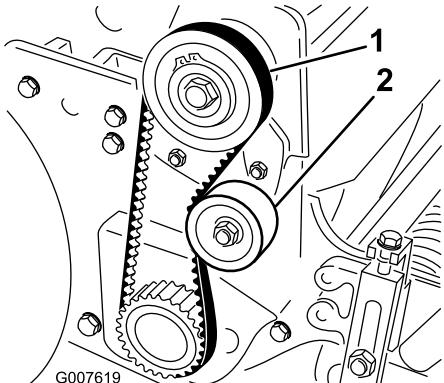

Figura 42
2. Compruebe la tensión presionando la correa en el punto intermedio entre las poleas (Figura 42) con una fuerza de entre 18 y 22 N. La correa debe desviarse 6 mm.
- Afloje la tuerca de montaje de la polea tensora y pícate la polea tensora en el sentido de las agujas del reloj contra la parte trasera de la correa, hasta obtener la tensión deseada (Figura 42).